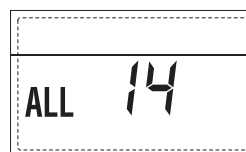

Fig. 23/11
- ANOMALÍA Sonda HUMOS "ALL 14" (fig. 23/11)